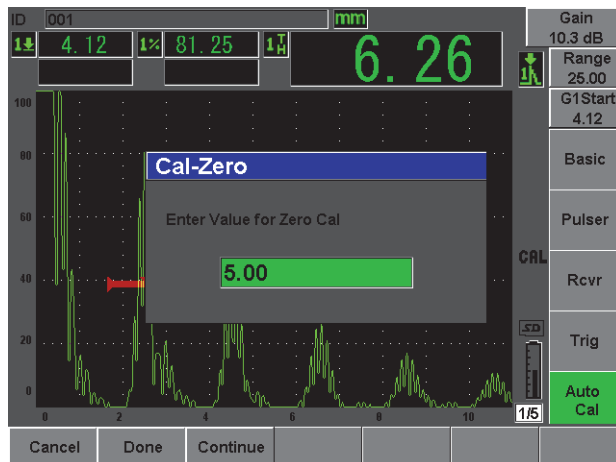

Abbildung 2-14 Wert Cal-Zero (Nullpunktjustierung)
6. Schaltfläche **Cal-Zero** (Just 0) betätigen (siehe Abbildung 2-14 auf Seite 45).